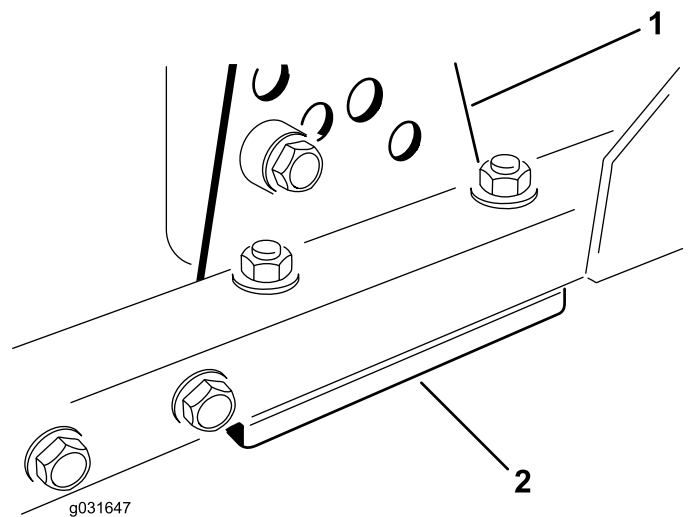

Figure 70
1. Retirez le support de hauteur de coupe (avant, gauche ou droit) du cadre de l'unité de coupe (Figure 70).
2. Placez des cales de 1,5 mm (0,06 po) et/ou une cale de 0,7 mm (0,03 po) entre le bâti et le support de l'unité de coupe pour obtenir la hauteur de coupe voulue (Figure 70).
3. Montez le support de hauteur de coupe sur le cadre de l'unité de coupe en plaçant les cales restantes sous le support (Figure 70).